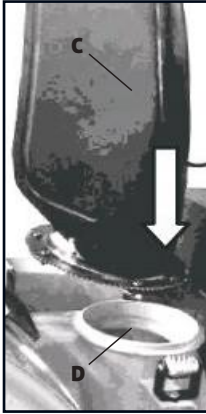
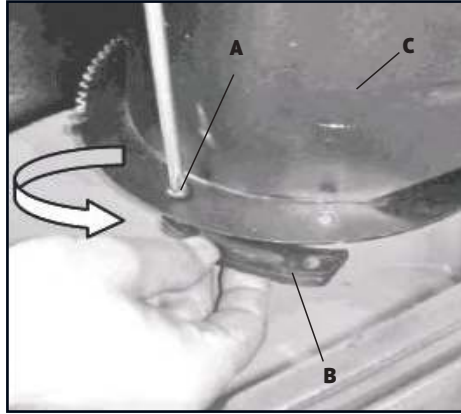

Рис. 7
Рис. 8
- Сначала отвинтите болты **A** и освободите пластины крепления **B** (рис.8), поместите желоб **C** на штатное место **D** (рис.7).
- Подложите под желоб **C** пластины фиксации **B**, сопоставьте отверстия и закрепите болтами **A** как показано на рис.8.